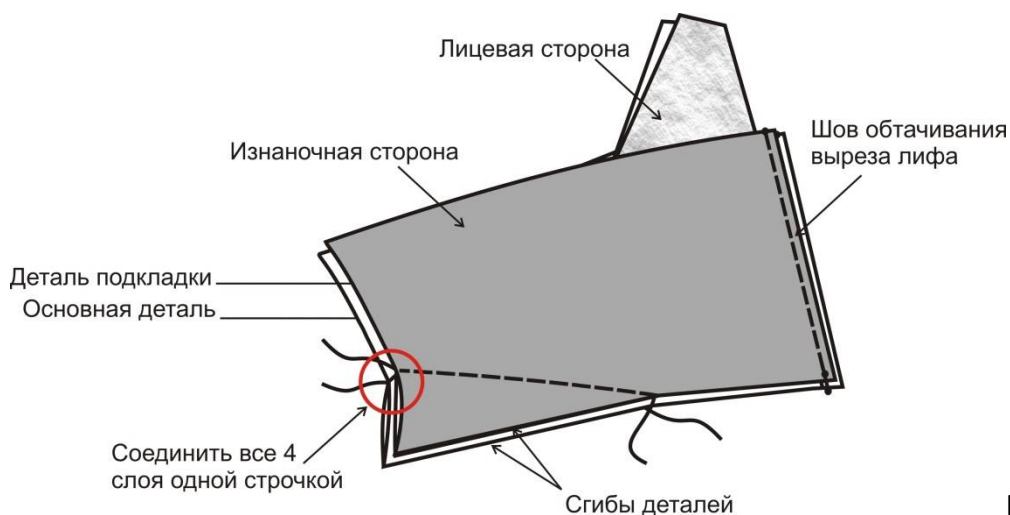

Рис.1
2. Сметайте стороны вытачки на детали лифа, а также на детали подкладки лифа. Сложите лиф с подкладкой, совмещая по линии соединения вытачки, и стачайте обе вытачки (на основной детали и подкладке) за один прием со стороны нижней части лифа таким образом, чтобы при выворачивании на лицевую сторону обе вытачки оказались между деталями лифа и подкладки с возможностью заутюжить их вниз, в сторону линии талии (рис. 1).